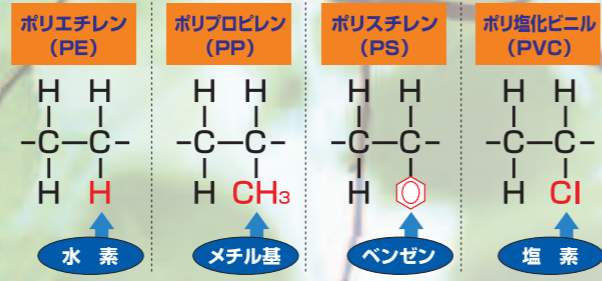

図1 汎用プラスチックの基本単位構造
ポリエチレン(PE)・ポリプロピレン(PP)・ポリスチレン(PS)とならぶ汎用プラスチックの一つであるポリ塩化ビニル(塩ビ:PVC)は、身近なところで見つけることができる(構造式は図1参照)。塩ビは他のプラスチックと比べ①化学的に安定である、②難燃性である、③自然環境下の耐久性に優れているなどのユニークな特徴を持つため、軽量で腐食しない点を生かした上・下水道管への利用や絶縁性・難燃性が必要である電線被覆材への利用など、生活を支える部分に使われている。さらに、塩ビは農業分野でも利用されている。農業がさかんな豊橋地域では、ハウス栽培に使われている農業用フィルムの大部分が“農ビ”と呼ばれる塩ビフィルムである。このフィルムには生産の向上をめざした耐候性・透明性はもとより多くのノウハウが積み込まれ、例えば、特定の波長領域を透過する機能や保温性の向上をはかる機能などが付加されたものもある。